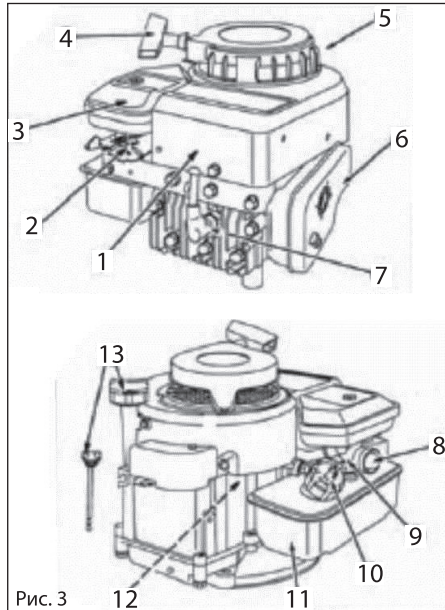

Рис. 3
Основным элементом газонокосилки является 4-х тактный двигатель внутреннего сгорания (Рис.3), с вертикальной осью коленвала и его основные части: (2)- рычаг дросселя; (3)- фильтр воздушный; (4)- стартер ручной; (5)- защитный кожух; (6)- глуши-
тель; (7) -свеча зажигания; (8)- кнопка топливного насоса; (9)- карбюратор; (10)- пробка бензобака; (11)- бензобак; (12)- корпус двигателя; (13)- маслоналивная горловина, см. рис. 3.